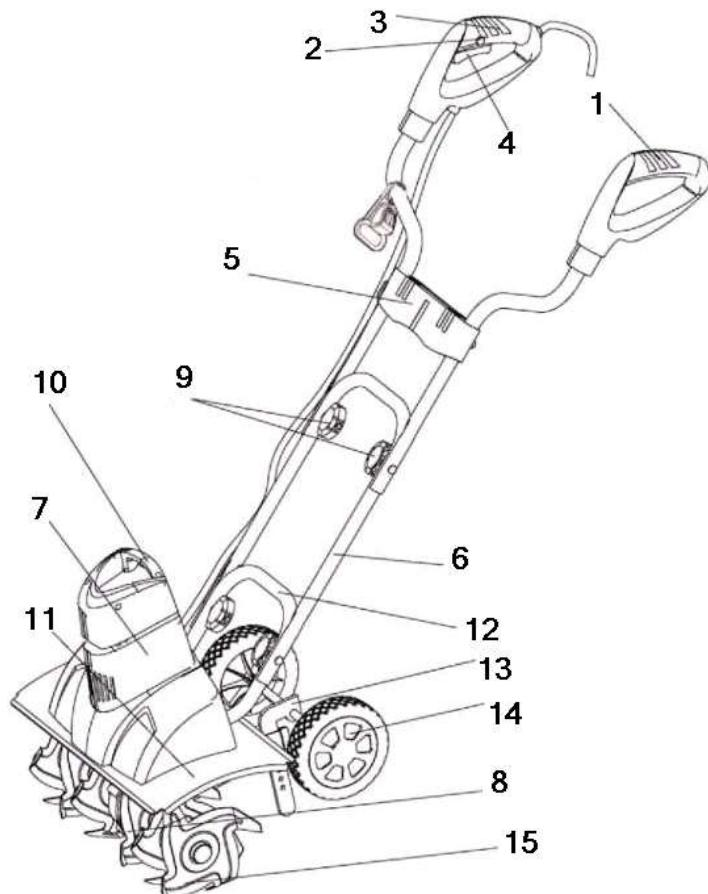
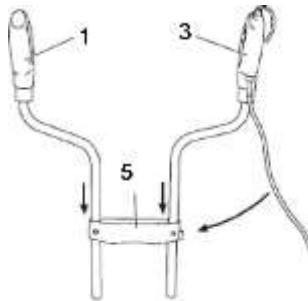

Рис.1 Основные узлы и элементы управления электрическим культиватором ЭК1500
Рис. 3 Монтаж электрического провода электродвигателя.
1. ЭК 1500: Наденьте центральную направляющую штангу 6 на нижнюю направляющую штангу 12 и закрепите её винтами и барабановыми гайками из комплекта крепления (Рис. 1).
2. ЭК 1500: Установите рукоятки 1, 3 с кронштейном 5 на центральной штанге и закрепите её барабановыми гайками и винтами из комплекта крепления (Рис.1). Укрепите электрический провод электродвигателя с помощью кабельного зажима на кронштейне 5 (Рис.3).
3. Установите сошник 13 (Рис.1) колесами вниз в консоль крепления и закрепите его. Для транспортировки сошник 13 устанавливается таким образом, чтобы колесо было в нижнем положении. Для работы сошник устанавливается так, чтобы колесо находилось в верхнем положении.
4. Регулировка сошника. Положение сошника 13 (Рис.1) определяет рабочую глубину. Чем ниже находится сошник, тем глубже будет работать электрический культиватор в земле. Подходящая глубина обработки почвы является решающей для хорошего результата. Глубина обработки почвы может быть различной в зависимости от характера почвы.